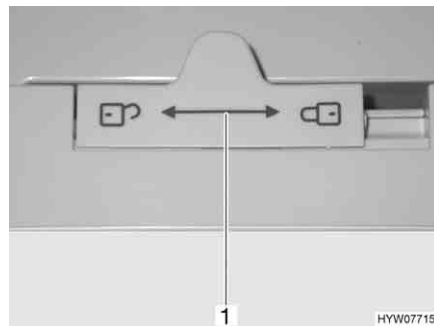

Fig. 195 Dispositif de verrouillage de la porte du réfrigérateur (Dometic Série 7)
- Pousser le dispositif de verrouillage (Fig. 195,1) vers la gauche .
- Pousser le dispositif de verrouillage (Fig. 195,1) complètement vers la droite .